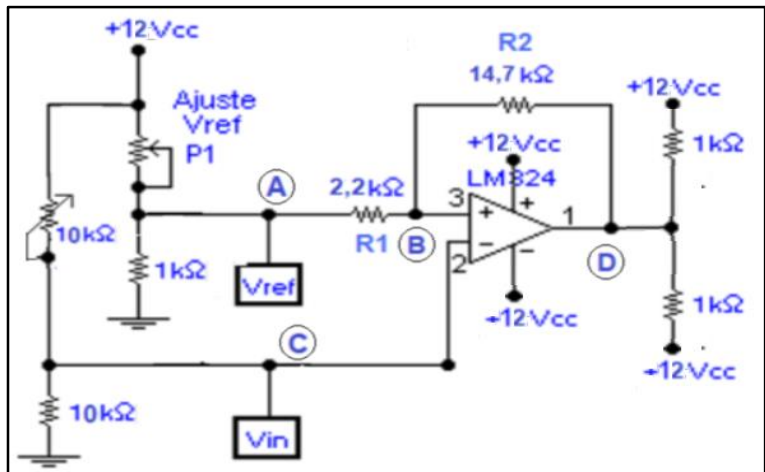

Figura 5. Circuito AO con Realimentación Positiva.
AO con Realimentación Positiva. Ensayos de Laboratorio (figura 4 a figura 5)
El circuito de la figura 5 corresponde al que se ensaya en Ensayo 3 de Laboratorio, utiliza fuente dual de +/-12 Vcc. Solo se diferencia del circuito de la figura 4 en la fuente de alimentación.
**Tabla 4. Resultados circuito figura 5 con fuente +/-12Vcc. Valores en V(volt).